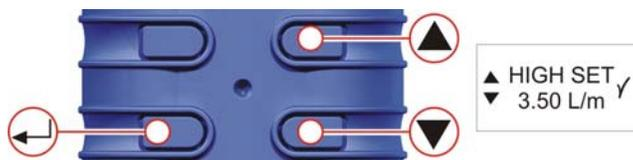

Abbildung 25 Anzeige für hohen Stellwert
K. EINSTELLEN DES HOHEN STELLWERTS (Abb. 25)